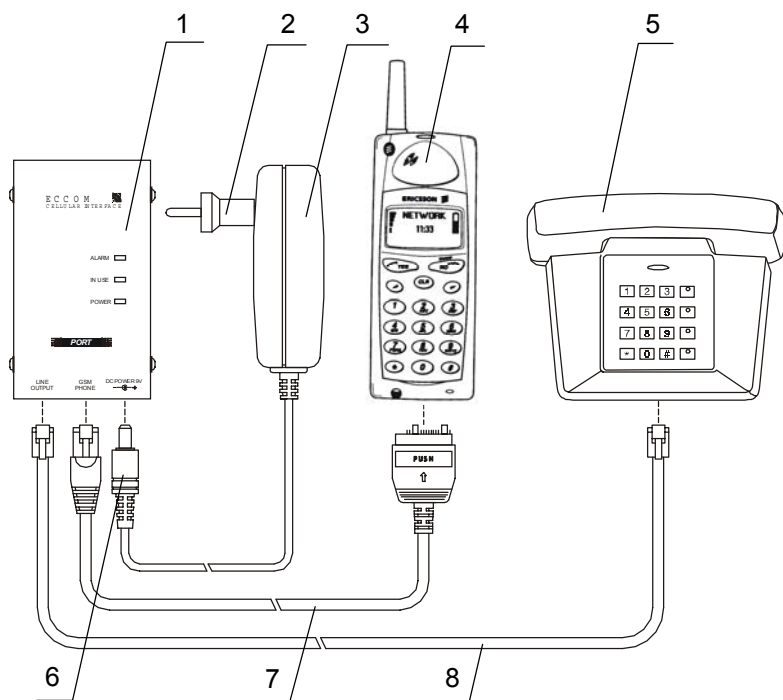

Рис. 5 — Схема подключения ECCOM PORT к телефону
1. Подключить интерфейсный кабель (7) к базовому телефонному аппарату (4) (см. рис. 5).
2. Штекер на втором конце интерфейсного кабеля вставить в гнездо «GSM PHONE» в корпусе устройства (1).
3. С помощью телефонного шнура (8) подключить к устройству (1) (гнездо «LINE OUTPUT») телефонный аппарат (5), предназначенный для использования на двухпроводных аналоговых телефонных линиях.
4. Подключить переходную колодку (2) к блоку питания (3). Штекер (6) блока питания вставить в гнездо «DC POWER 9V» в корпусе ECCOM.